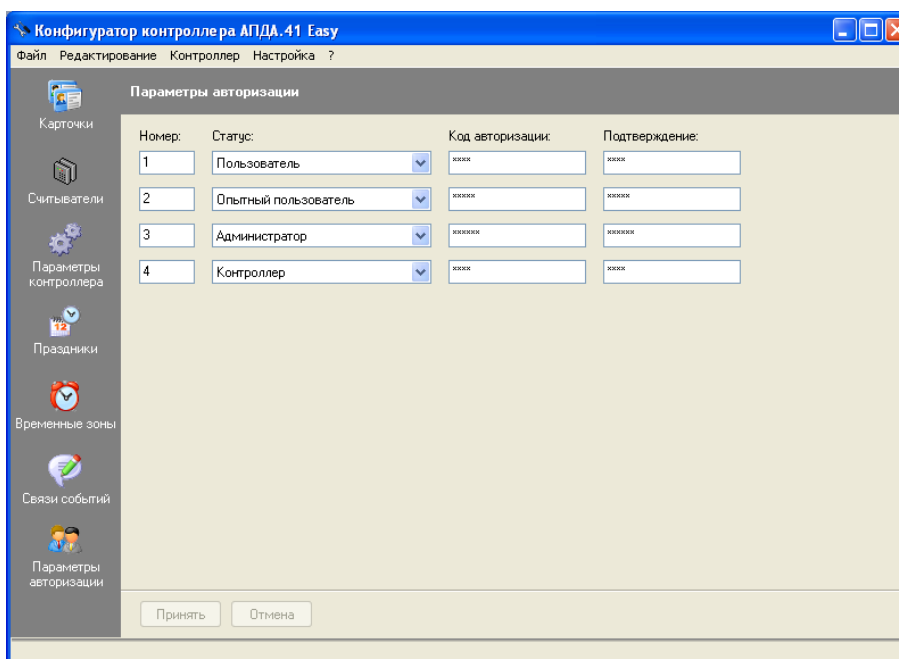

Рисунок 293
- 10) При необходимости, измените параметры авторизации при обмене по сети. Для этого выберите пункт меню "Редактирование/Параметры авторизации", в открывшемся окне "Параметры авторизации" (см. Рисунок 293) отредактируйте коды авторизации и нажмите кнопку "Принять".